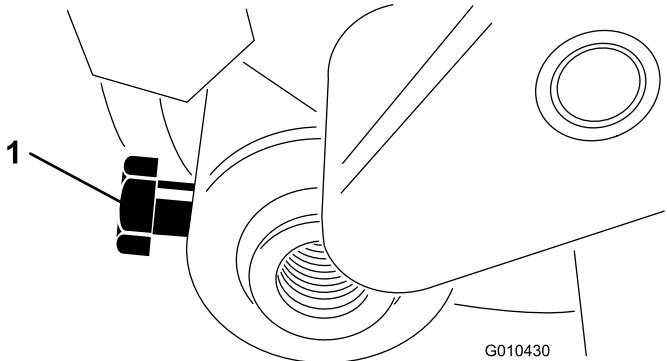

Figura 30
3. Afloje el perno que sujetta el eje del rodillo al brazo de ajuste de la altura de corte (Figura 30).